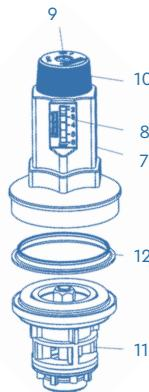

Fig. 4 – Redutor de pressão só para E1 NEU HWS
- Redutor de pressão (só para E1 NEU HWS, Fig. 4) formado por:**